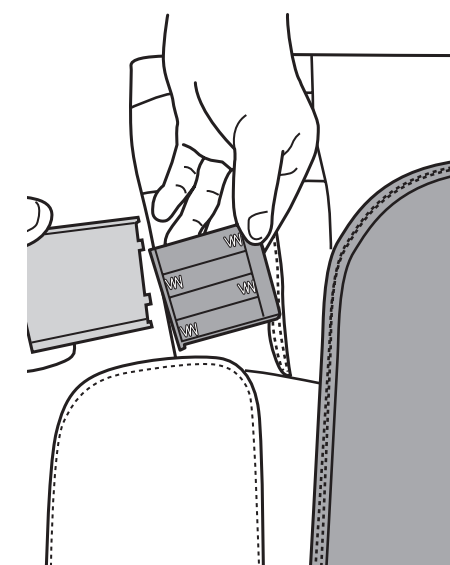

Fig.23
4. Utilisez vos doigts pour retirer le couvercle du compartiment des piles, puis installez quatre piles alcalines AA (Fig.23).